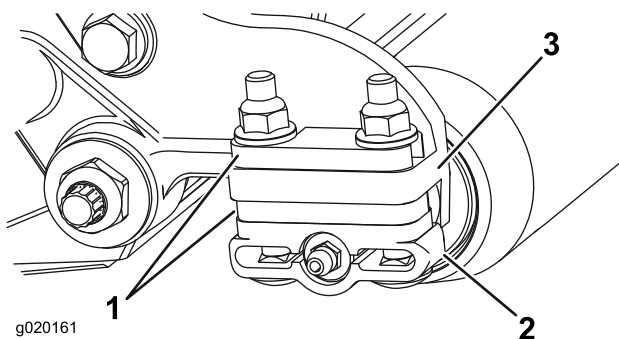

図 11
1. 希望の刈高範囲に必要な数のスペーサを刈高チャートで確認し、スペーサをサイドプレートの取り付けフランジ図 11 の下に入れて、後ローラのブラケットの位置を正しくセットする図 11。